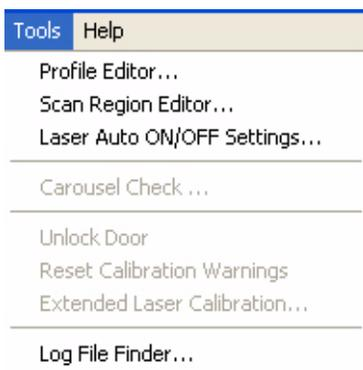

Figura 27 Menu Tools
- 1 Selezionare **Tools > Profile Editor** dalla barra del menu (Figura 27).
- Selezionare **Tools > Scan Region Editor** dalla barra del menu (Figura 27).